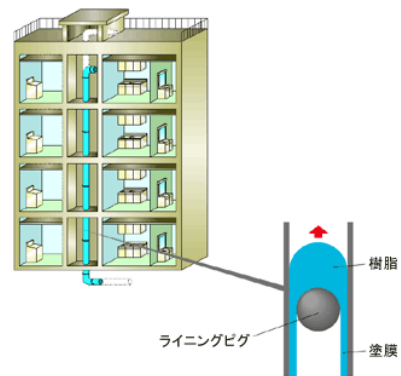

図2. ピグ式
- ・ ピグ式…樹脂をピグ/パラシュートで押しながら搬送・塗布（図2）